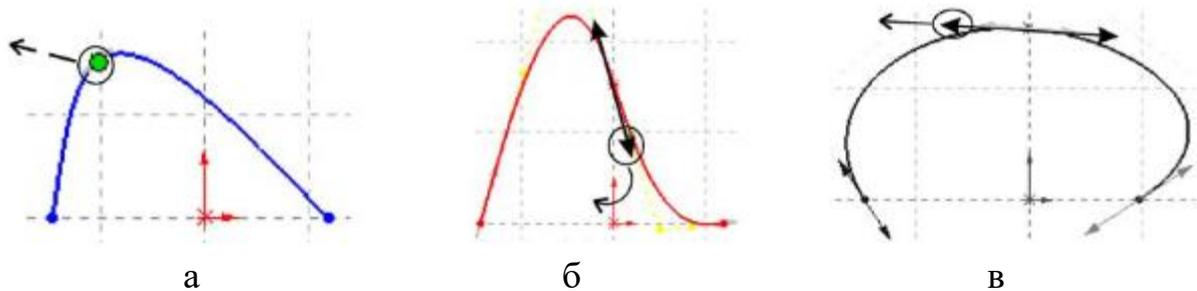

Рисунок 2.11 – Способи управління формою сплайна
- переміщенням вузла (рис. 2.11, а);
– змінюючи **Радіальний напрямок дотичної** – кут нахилу щодо координатної осі (рис. 2.11, б);
– змінюючи **Величину дотичної** – радіус кривизни в потрібній точці (рис. 2.11, в).